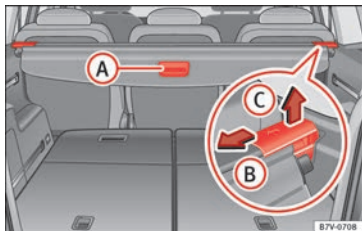

Fig. 164 Dans le coffre à bagages : plage arrière du coffre à bagages.
- Tirez légèrement la manette vers l'arrière sur la plage arrière » » **fig. 164 (A)**.
- Déverrouillez la plage arrière dans le sens de la flèche » » **fig. 164 (B)**.
- Appuyez sur la plage arrière dans le sens de la flèche » fig. 164 (B).
- Déverrouillez la plage arrière dans le sens de la flèche » fig. 164 (B), puis soulevez-la dans le sens de la flèche (C).